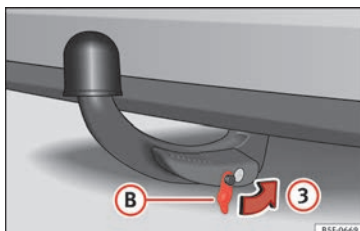

Abb. 231 Abdeckkappe auf das Schloss setzen
- Setzen Sie die Abdeckung **B** in Pfeilrichtung **3** auf das Schloss » **Abb. 231** » **1**.